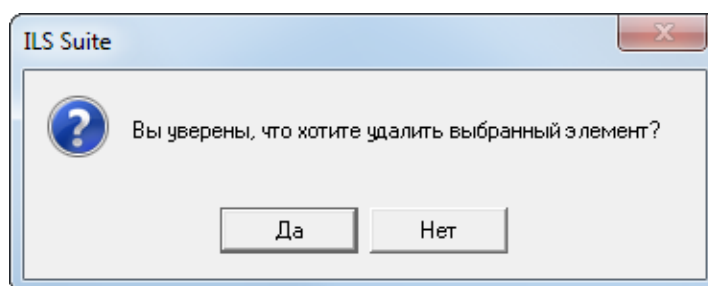

Рис. 13-507 – Диалоговое окно при удалении бюллетеня
3) Нажать кнопку «Удалить» панели «Правка» (рис. 13-507).